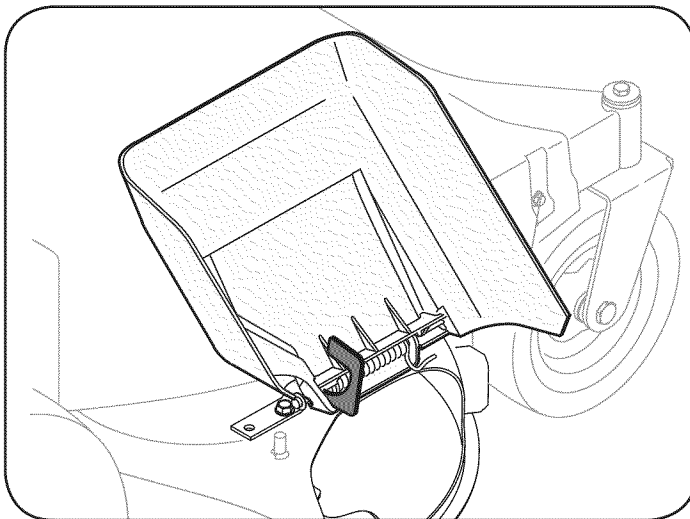

Figura 1
1. Ubique el soporte del canal que sostiene el canal de descarga en posición vertical, Figura 1.